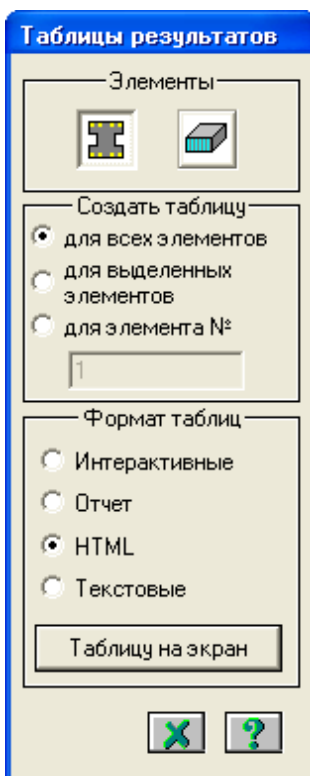

Рис.1.26. Диалоговое окно Таблицы результатов
- Вызовите диалоговое окно **Таблицы результатов** (рис.1.26) с помощью меню **Результаты** ⇒ **Таблицы результатов**.